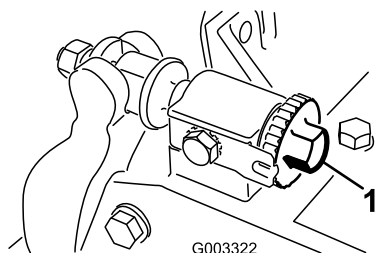

Figura 10
2. Girate in senso antiorario le viti di regolazione della barra di appoggio per accertarvi che la barra di appoggio non tocchi il cilindro (Figura 10).